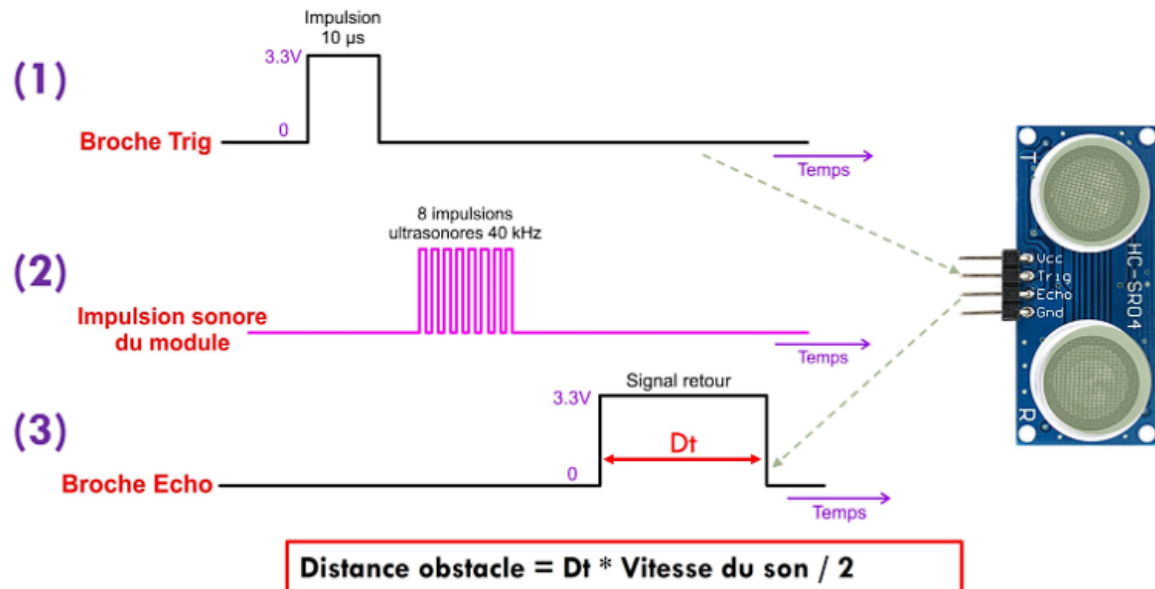

Figure 6 : Principe du télémètre à ultrason [5]
Remarque : On a pu visualiser le (1) et le (3) dans la figure 6, mais le non plus car même si on a essayé, on a déduit que peut être la version ne nous permet pas de visualiser ça puisqu'elle est de nouvelle génération.
Voici la trame de l'émission mesurée à l'aide du picoscope. Le signal obtenu est similaire à celui de la figure 6 (1), qui correspond au début de la mesure : la broche doit recevoir un signal impulsionnel à l'état haut (3,3 V) d'une durée d'au moins 10 µs.
Et selon la relation définie sur la figure 6 => Distance obstacle = $Dt * (\text{Vitesse de son}/2)$